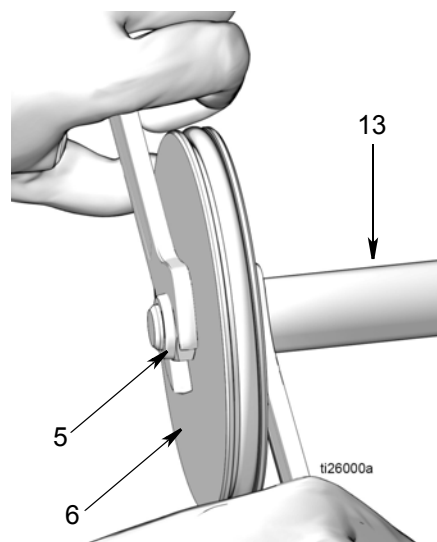

FIG. 20
15. Tige de piston (13) et piston (6)
- a. Tirer la tige de piston (13) et le piston (6) hors du cylindre pneumatique (2) (FIG. 20).
- b. Pour séparer la tige de piston (13) et le piston (6), faire tourner deux clés dans le sens opposé l'une de l'autre. Poser une clé à fourche sur les méplats de la tige de piston ; la seconde clé est utilisée pour desserrer l'écrou (5) comme indiqué à la FIG. 20.